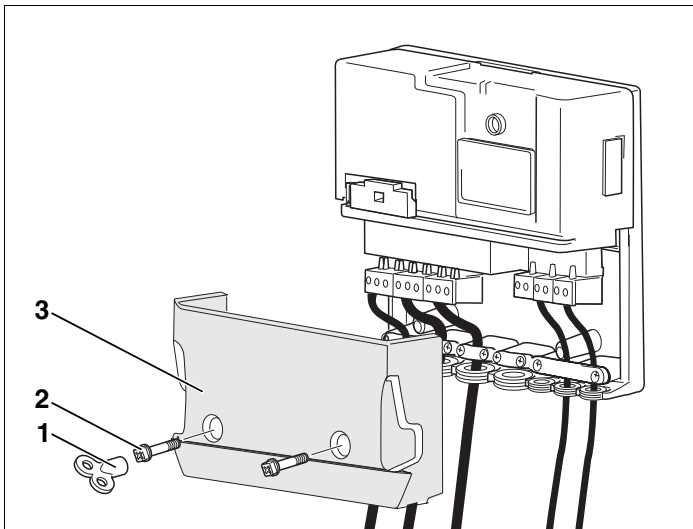

Abb. 12 Klemmenabdeckung montieren
- Klemmenabdeckung (Abb. 12, **Pos. 3**) aufsetzen.
- Kreuzschlitzschrauben (Abb. 12, **Pos. 2**) entweder mit einem Kreuzschlitz-Schraubendreher oder mit einem Entlüftungsschlüssel (Abb. 12, **Pos. 1**) anziehen.